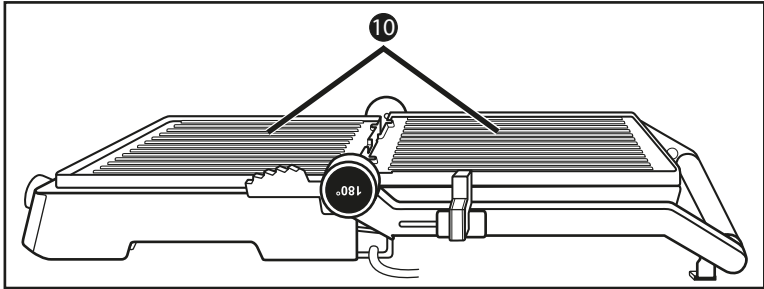

Abb. 2
- 3) Die Grillplatten 10 liegen nun nebeneinander und können als Tischgrill genutzt werden (Abb. 2).